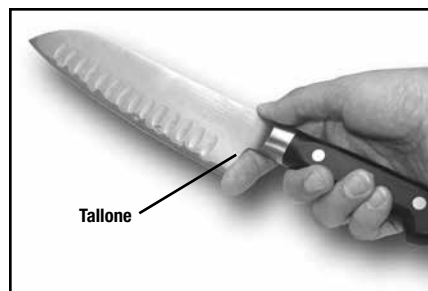

Figura 16. Se la lama ha un tallone notevole può essere utile metterci un dito dietro come mostrato durante l'affilatura.
7. Se il coltello ha un tallone notevole può risultare utile per posizionare il dito indice all'interno o appena dietro il tallone (vedere Figura 16) quando si inserisce la lama nell'affilatore. (Prestare attenzione, il tallone può essere tagliente!) Il dito può fungere da "stop" e vi impedisce di inserire la lama in modo che la zona del tallone interferirà con il fermo anteriore dell'affilatore quando si estrae la lama. Un po' di pratica vi aiuterà a perfezionare questa tecnica. Nell'inserire la lama lasciate scivolare il dito verso il basso nella parte anteriore dell'affilatore.